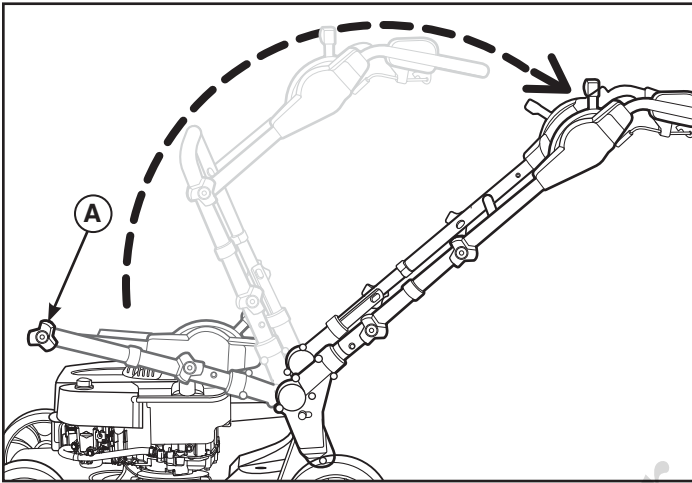

Figura 2
1. Afloje las perillas del mango inferiores (**A**, Figura 2) situadas en los soportes del mango izquierdo y derecho.